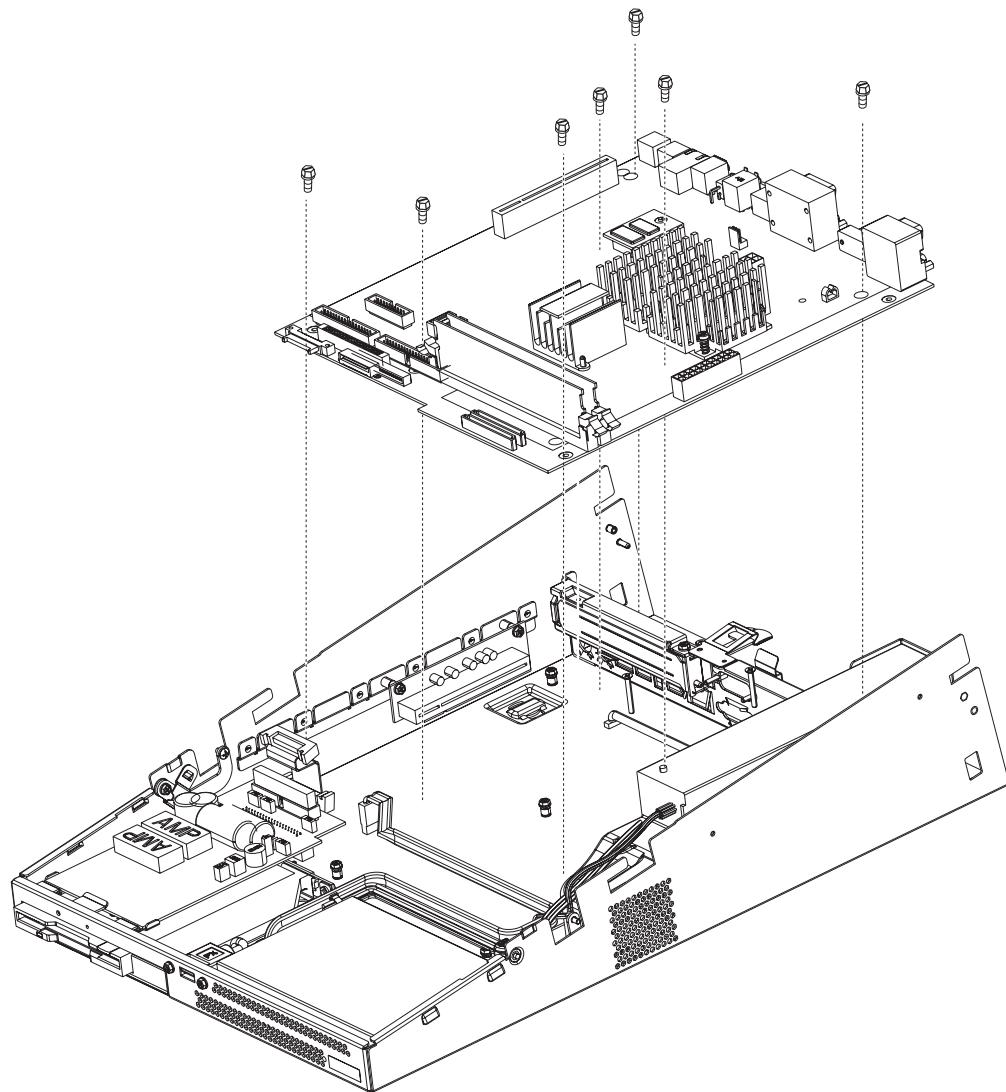

图 31. 卸下系统板
7. 卸下将系统板固定在 SurePOS 100 框架上的七个螺丝。请参阅图 31。